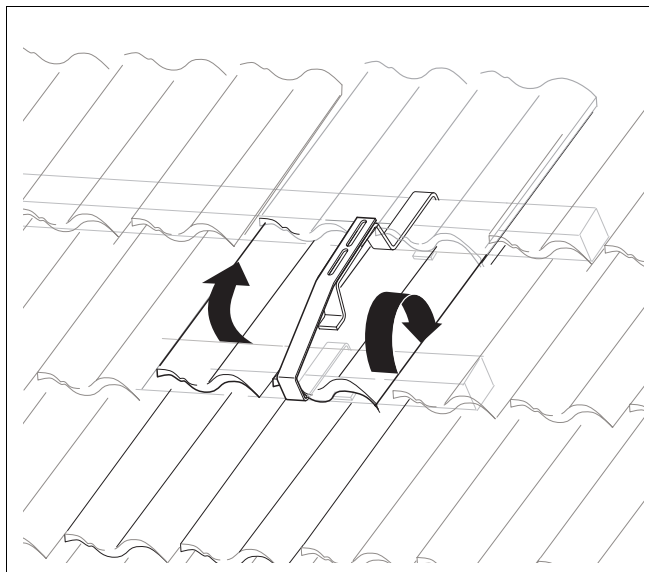

Fig. 22 Encaixar o suplemento de gancho para telhado
- ▶ Levante a telha correspondente (Fig. 22).